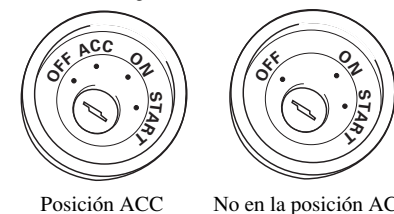

Fig. 1
- Si se instala esta unidad en un vehículo que no tiene una posición ACC (accessorio) en el interruptor de encendido, el conductor rojo de la unidad deberá conectarse al terminal conectado con las operaciones del interruptor de encendido ON/OFF. Si no se hace esto, la batería del vehículo podría drenarse cuando usted esté lejos del vehículo por varias horas. (Fig. 1)